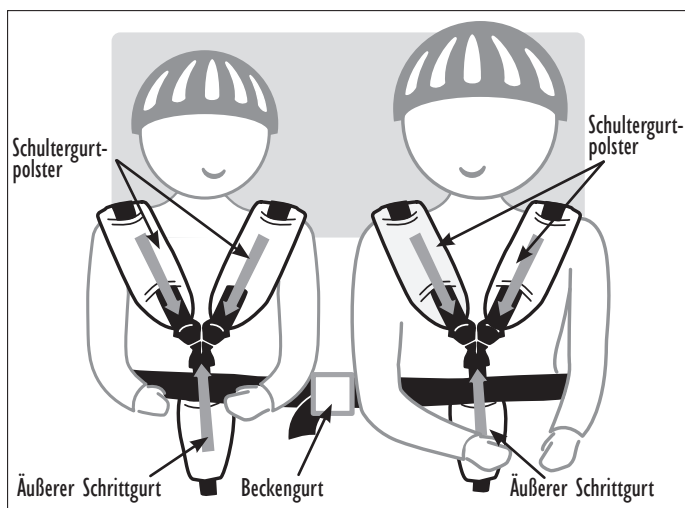

Abbildung 36
Beim Transport von zwei Kindern kommen beide Schulter- und Schrittgurtsysteme zum Einsatz (s. Abbildung 36). Vielleicht ist Ihr Anhänger auf den Transport eines einzelnen Kindes eingestellt. Bauen Sie in diesem Fall das Gurtsystem zuerst um, indem Sie die in den vorigen Abschnitten beschriebenen Arbeitsschritte korrekt in umgekehrter Reihenfolge durchführen.
3. Rasten Sie die Schultergurte im Y-Gurtschloss des Schrittgurts ein. Das Gurtschloss muss so eingestellt sein, dass es über dem Brustbein des Kindes zu liegen kommt (s. Abbildung 36).
6. Legen Sie beiden Kindern den Beckengurt an (s. Abbildung 36) und ziehen Sie diesen angemessen straff (jedoch nicht zu eng).